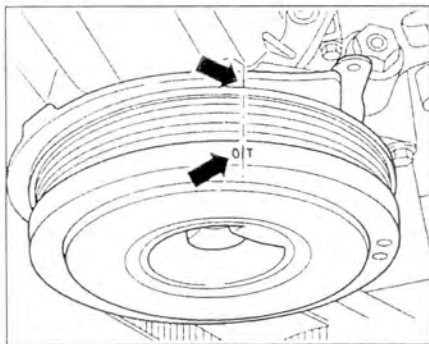

Рис. 3.22. Метки на демпфере и нижнем кожухе зубчатого ремня должны совместиться (**стрелки**).
- метки на демпфере и нижнем кожухе зубчатого ремня должны совместиться (**стрелки**) (рис. 3.22).